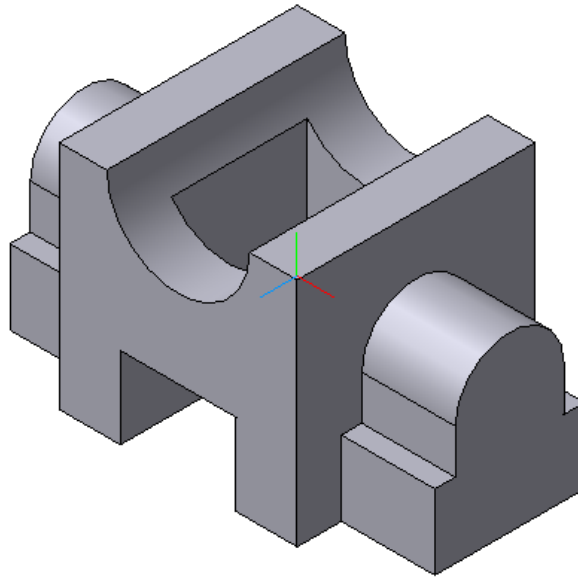

Рис. 102
**Выдадим** наш эскиз в двух направлениях «*Через все*». Наша модель примет вид, показанный на рис. 102.